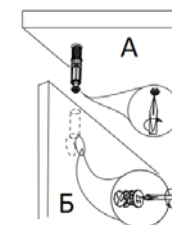

Рис. 3
- Собрать каркас изделия. Для этого соединить детали поз. № 3, 4 и 6 и детали поз. № 2, 2' и 5 стянув панели винтами-стяжками «Configmat» (Рис.2). Установить крышку комода поз. № 1 и закрепить стяжкой эксцентриковой (Рис.3).